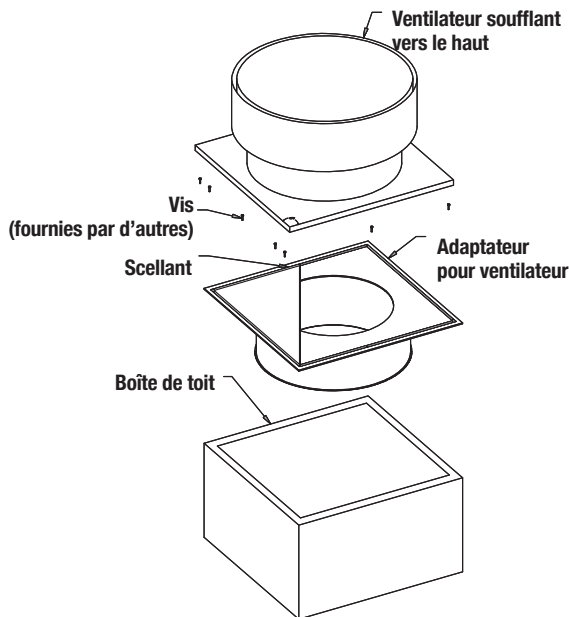

Figure 77 - Adaptateur pour ventilateur
2. Quand il est connecté à un ventilateur soufflant vers le haut (voir **Figure 77**), l'adaptateur est monté au-dessus de la boîte de toit qui supporte le corps du ventilateur.
5. Fixer la plaque de l'adaptateur à la boîte du toit en un minimum de trois (3) endroits par côté avec des vis à bois #8 de 30 mm (1,25 po) minimum. La plaque doit être percée pour laisser passer les vis.